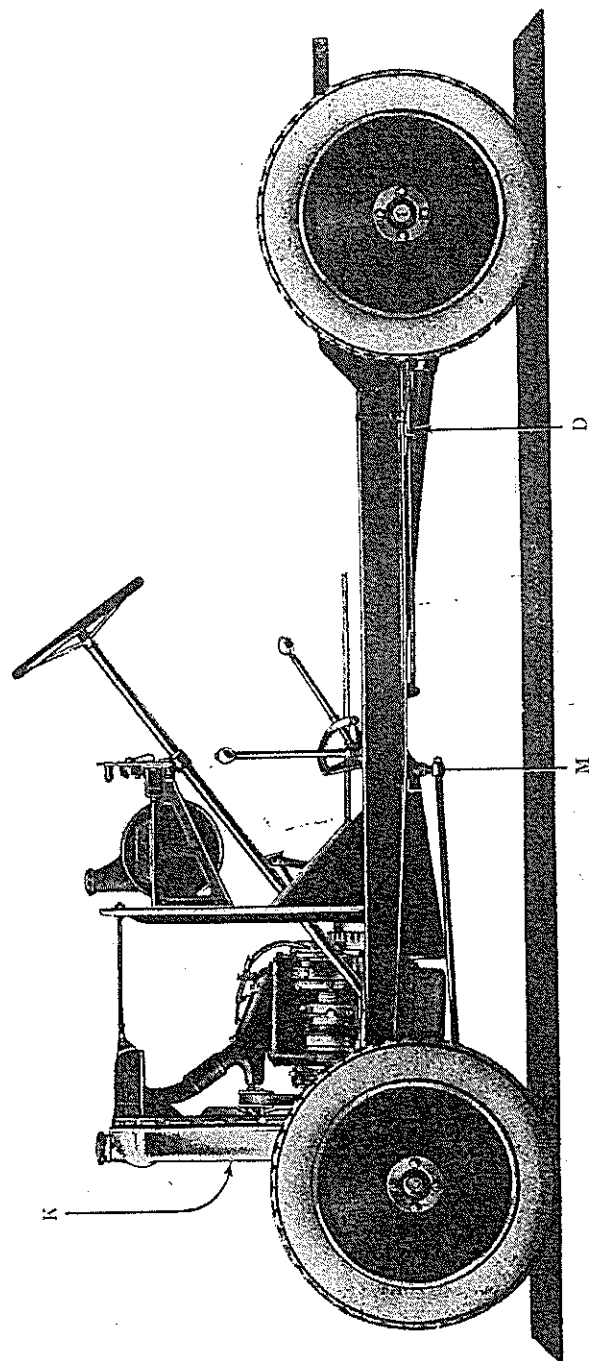

FIG. 4. — VUE EN ÉLEVATION DU CHASSIS 172 R.
Châssis. Ensemble des organes (*fig. 4 et 5*).
En se reportant aux figures 4 et 5 on voit que : la poussée et la réaction du freinage ou du couple moteur s'exercent sur une bielle centrale (L) entourant l'arbre de transmission.